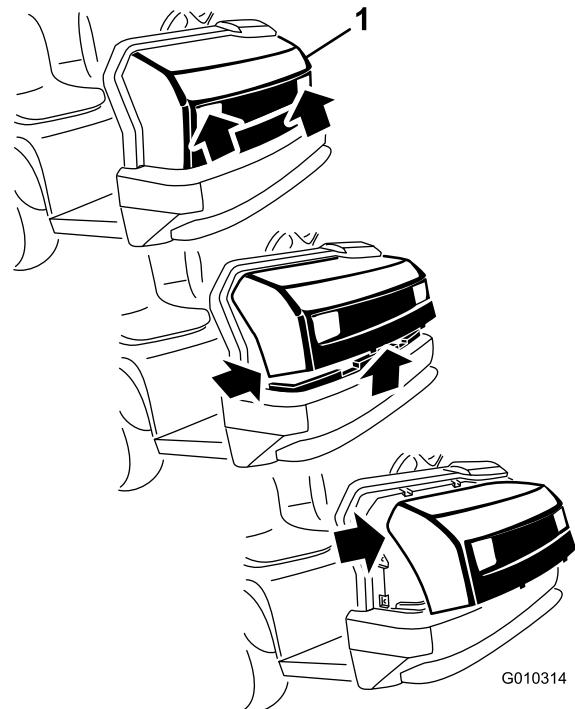

Рисунок 35
1. Взявшись за капот в области проемов фар, поднимите его вверх, чтобы высвободить нижние монтажные лапки из пазов рамы (Рисунок 35).
2. Вставьте верхние монтажные лапки в пазы рамы (Рисунок 35).
3. Вставьте нижние монтажные лапки в пазы рамы (Рисунок 35).